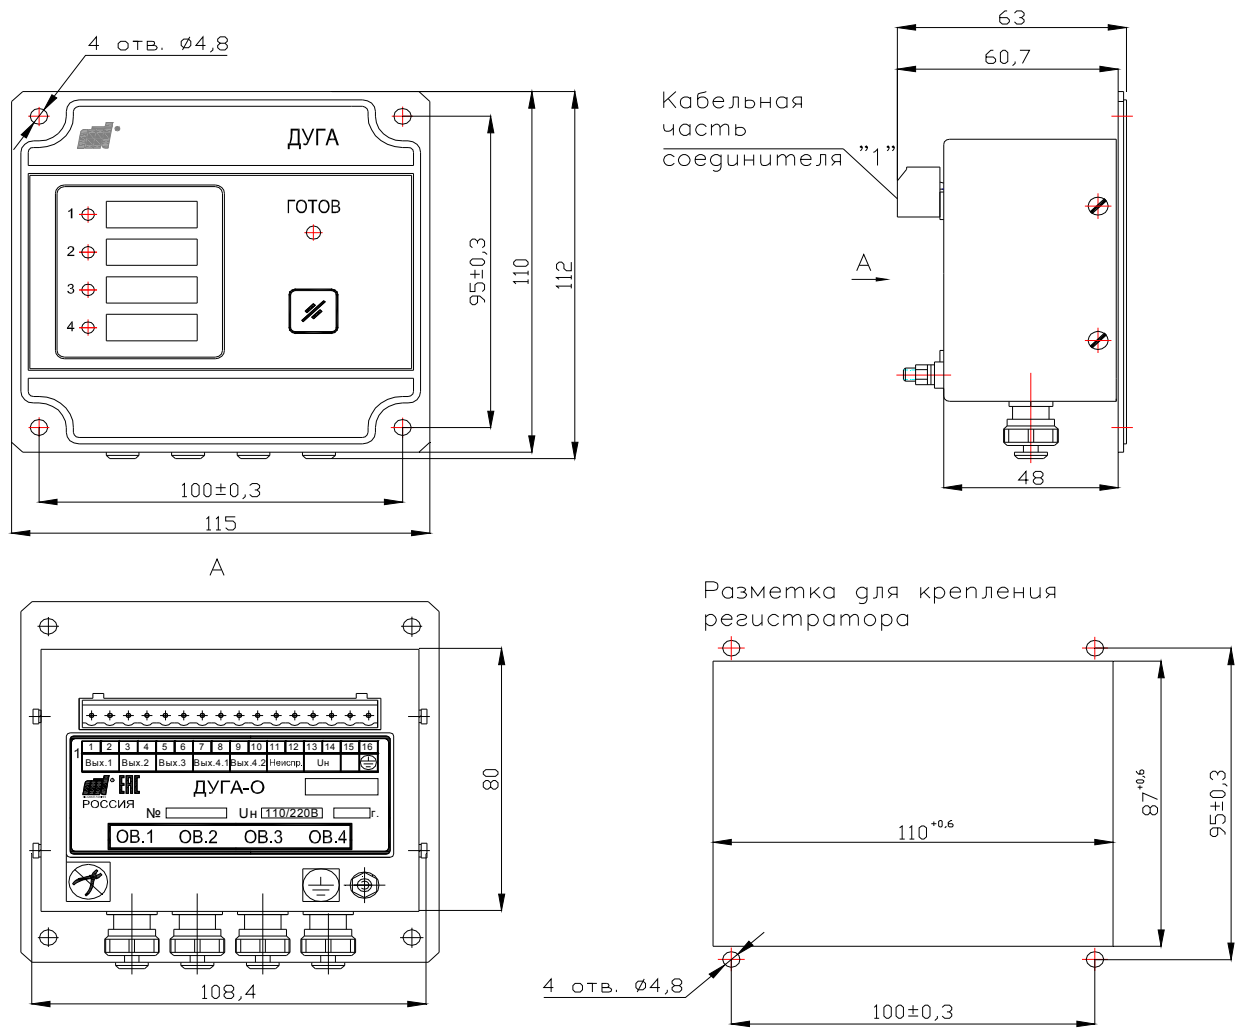

Рисунок 1 - Габаритные, присоединительные и установочные размеры регистратора
4.1 На передней панели регистратора (рисунок 1) расположены четыре светодиода с маркировкой соответствующего датчика "1" - "4" (таблица 3). Рядом с ними расположен светодиод "ГОТОВ" и кнопка КВИТИРОВАНИЕ (мнемоническое изображение "").
6.3 Регистратор заземлить проводом сечением не менее 1,5 мм², подключаемым к зажиму заземления с маркировкой "⊕", который установлен на тыльной стороне регистратора (см. рисунок 1).